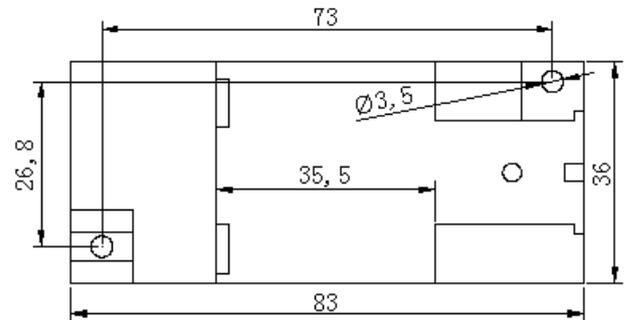

图 3、BS3 外形安装尺寸图
产品采用 DIN35 导轨式安装或螺钉固定安装，其安装尺寸如图 3 所示(单位 mm)。
- ① 把变送器固定卡槽一侧勾在安装导轨上；
- ② 向下牵动弹簧销；
- ③ 使变送器卡口套在安装导轨上；
- ④ 松开弹簧销，变送器卡在安装导轨上。
- ① 按图 3 所示的尺寸在固定板上打直径为 3mm 孔；
- ② 使用 $\Phi 3$ 的螺钉插入孔中固定。